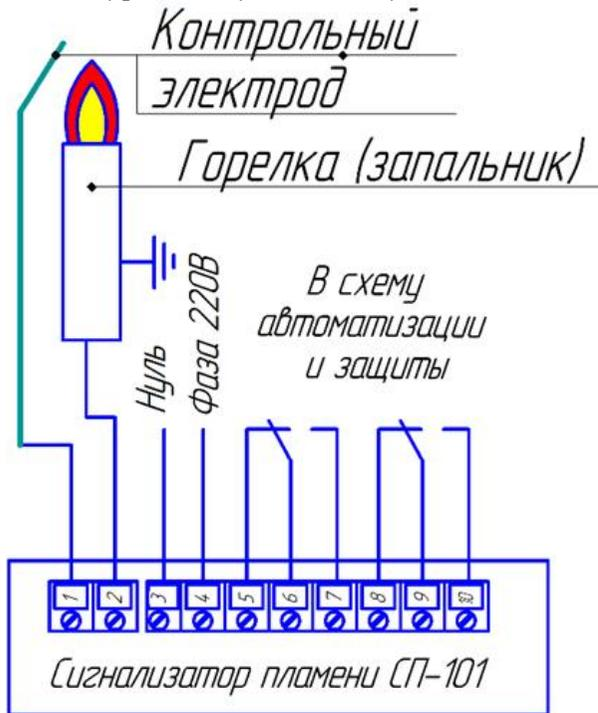

Рис.2. Типовая схема контроля пламени запальника ионизационным датчиком и сигнализатором СП-101.
6.6. Типовые схемы подключения датчиков пламени к сигнализатору СП-101 приведены на рис.2 и 3.